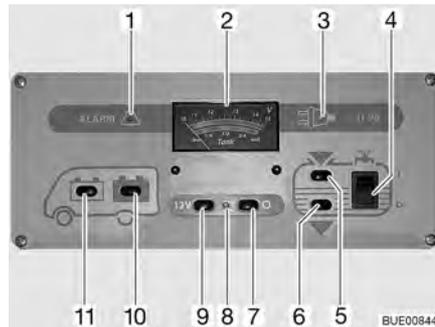

Fig. 133 Panel IT 96-2
El interruptor principal de 12 V (Fig. 133,7 y 9) conecta y desconecta el panel y la alimentación de 12 V del habitáculo.
Conectar: ■ Pulsar el interruptor (Fig. 133,9) "12 V": La alimentación de 12 V del habitáculo está conectada. La luz de control (Fig. 133,8) se enciende de color verde.
Desconectar: ■ Pulsar el interruptor (Fig. 133,7) "O": La alimentación de 12 V del habitáculo está desconectada. La luz de control (Fig. 133,8) se apaga.
Observar la escala superior del instrumento indicador V/depósito (Fig. 133,2). El instrumento indicador se ilumina automáticamente al accionar el interruptor.
- Pulsar el interruptor (Fig. 133,11) "🔋": Indica la tensión de la batería del motor de arranque.
- Pulsar el interruptor (Fig. 133,10) "🔋": Indica la tensión de la batería del habitáculo.
Observar la escala inferior del instrumento indicador V/depósito (Fig. 133,2). El instrumento indicador se ilumina automáticamente al accionar el interruptor.
- Pulsar el interruptor (Fig. 133,5) : Indica la cantidad de agua.
- Pulsar el interruptor (Fig. 133,6) : Indica la cantidad de aguas residuales.
- Pulsar el interruptor basculante (Fig. 133,4) por arriba "I": El suministro de agua está conectado.
- Pulsar el interruptor basculante (Fig. 133,4) por abajo "O": El suministro de agua está desconectado.
La luz roja de "ALARMA" (Fig. 133,1) parpadea en cuanto la tensión de la batería del habitáculo baja de 11 V (medición durante el servicio) y hay peligro de descarga completa.
Se enciende la luz de control de 12 V (Fig. 133,8) cuando se conecta el interruptor principal de 12 V (Fig. 133,9).
Se enciende la luz de control de 230 V (Fig. 133,3) amarilla cuando hay tensión de red en la entrada del bloque eléctrico.